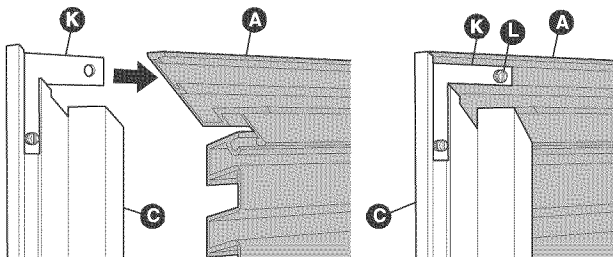

Figura 5
- Una cada moldura lateral (B y C) con la moldura superior (A). Asegúrese de que los extremos del conjunto de rejillas queden encajados dentro del canal de cada moldura lateral y luego únalos con cinta adhesiva. Fije con suavidad los soportes (K) a la moldura superior (A), apretando los tornillos de montaje (L) sólo hasta que queden firmes, para evitar que se forme un hoyuelo en la cara de la moldura. **NO APRIETE DEMASIADO.** Véase la figura 5.